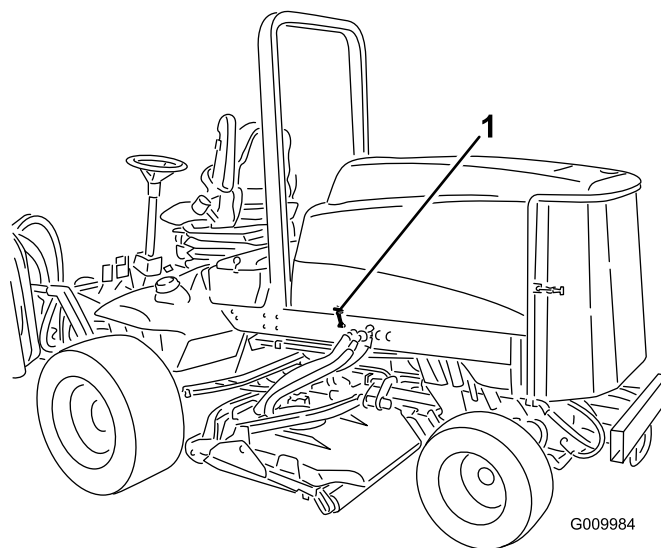

Bild 3
1. Haken Sie den Motorhaubenriegel aus der Motorhaubenriegelhalterung aus (Bild 3).